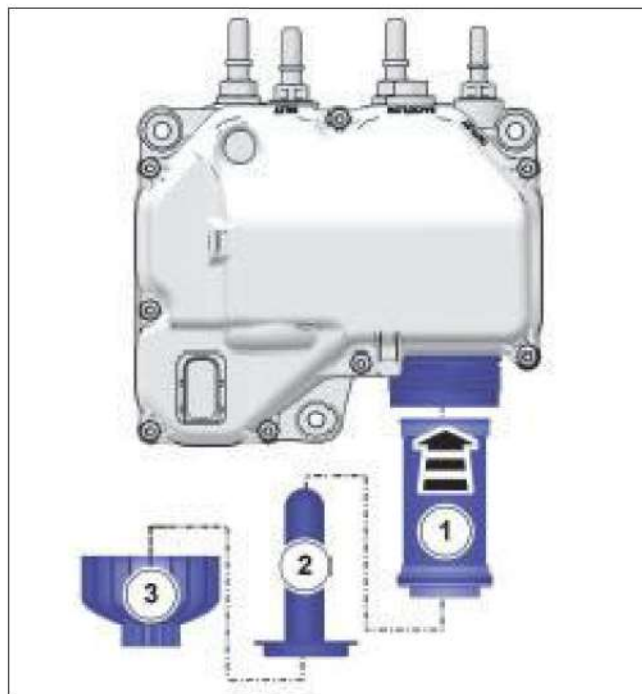

Figure 6.12 - Het DEF-pompfilter vervangen
8. Installeer het nieuwe filter, zie item 1, afb. 6.12. Installeer de rubberen pakking, zie item 2, afb. 6.12. Schroef het filterdeksel vast, zie item 3, afb. 6.12.